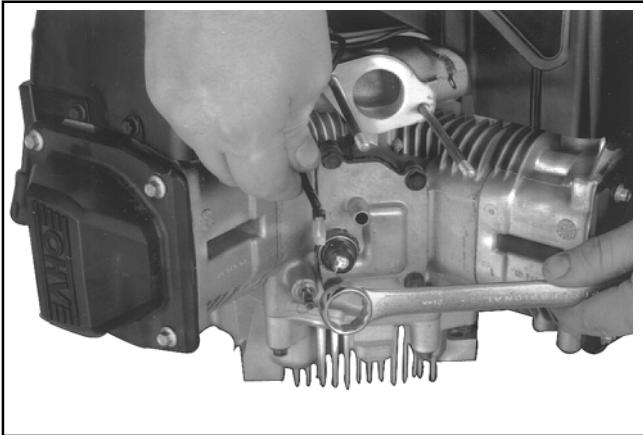

Figura 9-27. Rimozione del pressostato Oil Sentry™.
2. Rimuovere il pressostato Oil Sentry™ dal coperchio dello sfiato (vedere Figura 9-27).